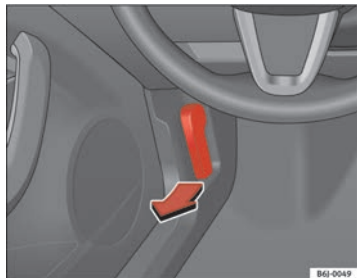

Abb. 112 Öffnungshebel für Motorraumklappe
- Ziehen Sie den Hebel unter der Instrumententafel $\Rightarrow$ Abb. 112 in Pfeilrichtung. Die Motorraumklappe wird durch Federwirkung entriegelt $\Rightarrow$ .